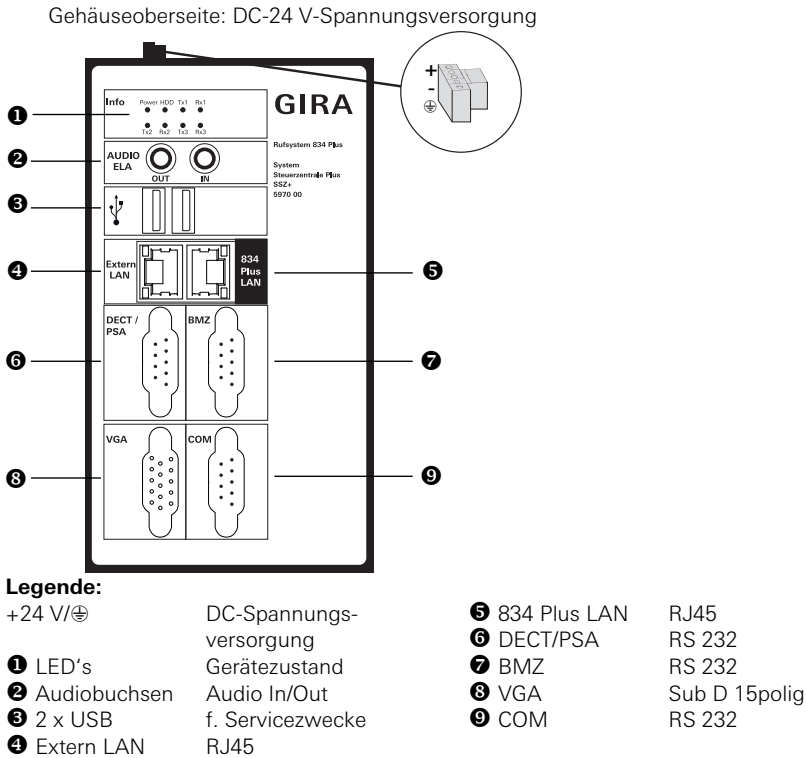

Bild 3.29: Anschlüsse der System-Steuerzentrale
Um die Stationszentrale an ein vorhandenes (Krankenhaus-) Netzwerk anzuschließen, kann im Konfigurations-Assistenten der „Extern-LAN“ Anschluss über Menüpunkt **Administration / Netzwerkzugang einrichten** (Bild 3.29 (1)) konfiguriert werden.